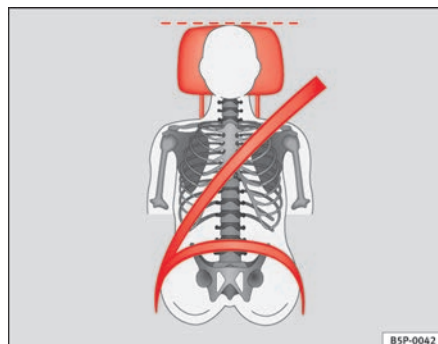
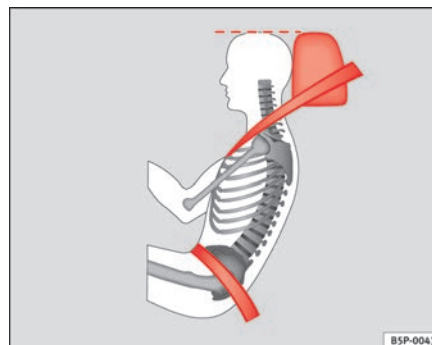

Fig. 64 Visto de frente:
Fig. 65 Visto de lado:
- Ajuste el apoyacabezas de modo que el borde superior del mismo quede a la misma altura que la parte superior de la cabeza, como mínimo a la altura de los ojos. ⇒ fig. 64 y ⇒ fig. 65.